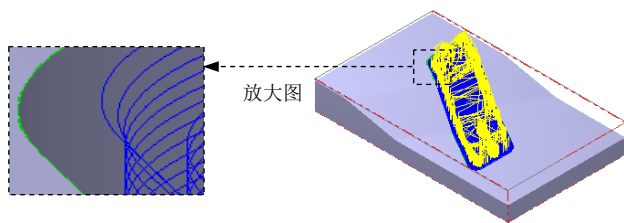

图 14.15 刀具路径
(1) 在“曲面残料粗加工”对话框中单击 **残料加工参数** 选项卡，在 **Z 轴最大进给量** 文本框中输入值 0.5，在 **两区段间的路径过渡方式** 区域选中 **高速回圈** 单选项、**旋式下刀 (H)** 复选框和 **切削顺序最佳化** 复选框。
(2) 选中 **进/退刀/切弧/切线** 复选框并取消选中 **允许切弧/切线超出边界** 复选框。
(3) 单击 **旋式下刀 (H)** 按钮，系统弹出“螺旋下刀参数”对话框。在“螺旋下刀参数”对话框的 **半径** 文本框中输入值 5.0，在 **Z 方向开始螺旋位** 文本框中输入值 1.0，单击 **✓** 按钮。
Step10. 单击“曲面残料粗加工”对话框中的 **✓** 按钮，同时在图形区生成图 14.15 所示的刀具路径。